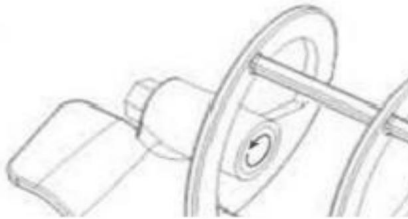

Afbeelding 12
Pakking (A) op roerder, zie Afb.12